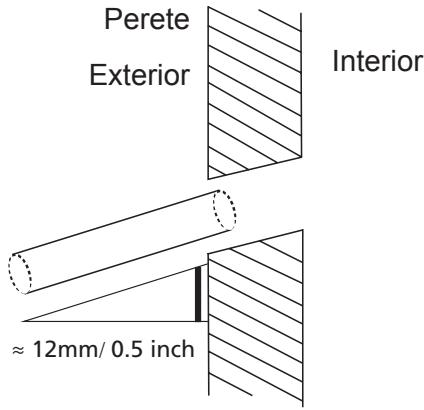

Fig. 6.5
3. Strapungeti peretele folosind un burghiu de 65mm (2.5in) sau 90mm (3.54in). Asigurati-vă ca strapungerea este facuta cu inclinare inferioara, pentru ca punctul de iesire sa fie mai jos decat punctul de intrare cu 12mm. Aceasta inclinare v-a asigura o scurgere mai eficienta a apei (vezi fig. 6.5). Introduceti tubul de protectie in interiorul strapungerii. Acesta va proteja marginile si va ajuta la sigilarea strapungerii atunci cand finalizati instalarea.